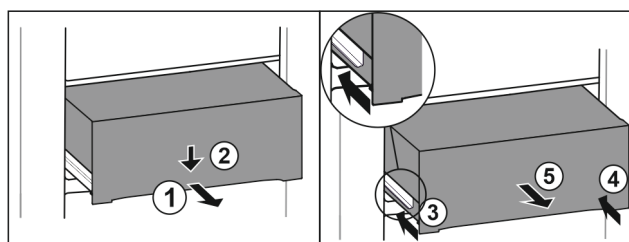

Fig. 226
- Estrarre il cassetto a metà. *Fig. 226 (1)*
- Premere il cassetto sul lato anteriore verso il basso. *Fig. 226 (2)*
- Spingere la guida sinistra di circa 2 cm verso l'interno. *Fig. 226 (3)*
- Spingere la guida destra di circa 2 cm verso l'interno. *Fig. 226 (4)*
- Rimuovere il cassetto tirandolo in avanti. *Fig. 226 (5)*